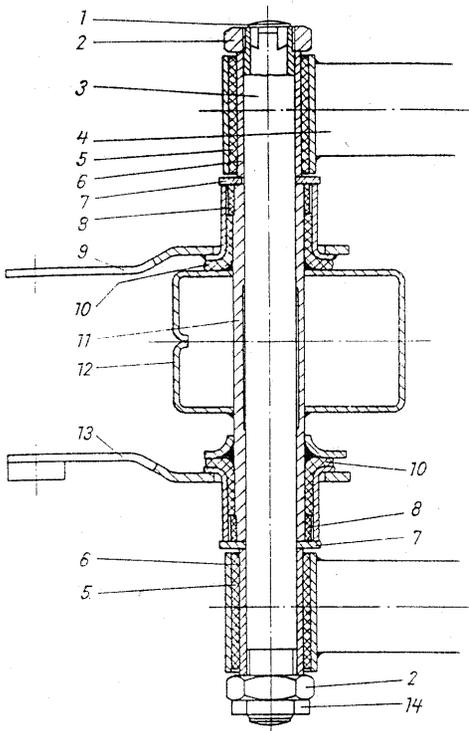

Fig. 12. Suspension de bielle oscillante
- Enfoncer les douilles en caoutchouc neuves (4) (à l'état sec) avec le mandrin à partir des côtés extérieurs de la bielle oscillante tout en y calant la bague d'écartement (7). Employer l'embout cylindrique court du mandrin (6).
- Faire glisser le tube intérieur (1) et/ou (2) qui est 44 mm long, sur l'extrémité cylindrique du mandrin (3) et, l'extrémité conique du mandrin étant en avant, l'introduire dans les douilles en caoutchouc humectées d'eau savonneuse jusqu'à ce que le tube intérieur fasse uniformément saillie des deux côtés du tube de bielle oscillante.
Enlever la bague d'arrêt (14) et l'écrou à six pans (2) à gauche, faire sortir l'axe de suspension de la bielle oscillante en le chassant vers la droite à l'aide du mandrin auxiliaire et laisser introduit ce mandrin pour assurer le centrage de la bielle oscillante (cf. les figures 12 et 14). Avant de poser l'axe de suspension de la bielle oscillante, il faut le graisser pour éviter son grippage dû à la rouille.
3.2.5. Suspension de moteur arrière (fig. 12)